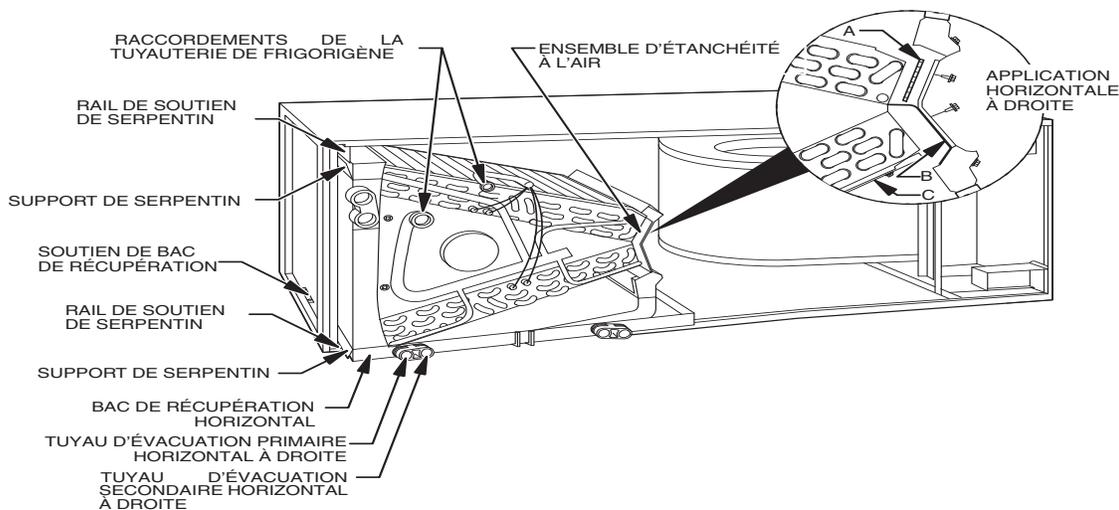

Fig. 7 - Serpentin en A dans une application horizontale droite
- b. Si le ventilo-convecteur se trouve contre un mur, fixez-le au poteau mural au moyen de cornières de 3 mm (1/8 po) d'épaisseur. Fixez les supports au ventilo-convecteur au moyen de vis autotaraudeuses n° 10 et au poteau mural au moyen de vis tire-fond de 8 mm (5/16 po). (Consultez la figure 7.)